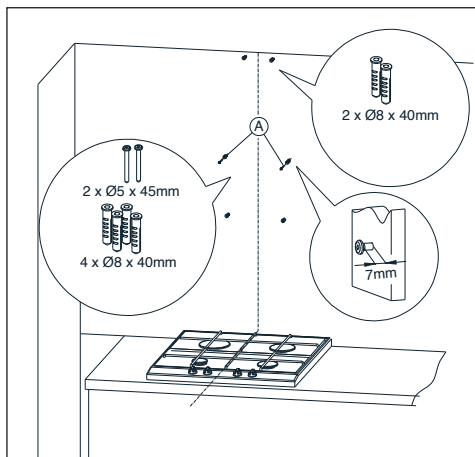

Fig.11 Assemblage des bouchons à vis
2. Dans les ouvertures, insérez les bouchons à vis. Dans deux ouvertures marquées d'un A, vissez également les vis (laissant 7 mm de longueur de vis à l'extérieur du bouchon fileté, Fig.11).